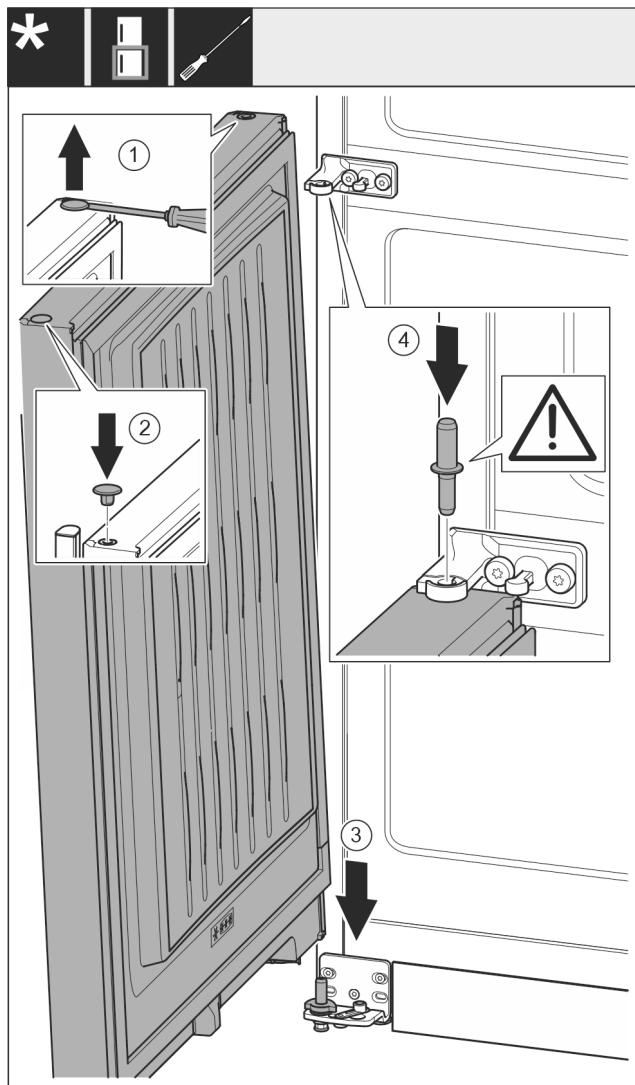

Fig. 18
- Ravnim odvijačem oprezno podignite čep i izvadite ga. Fig. 18 (1)
- Ponovo umetnite čep na drugoj strani vrata. Fig. 18 (2)
- Stavite vrata odozgo na donji svornjak ležaja. Fig. 18 (3)
- Umetnите srednji svornjak ležaja kroz srednji podložak ležaja u donja vrata. Pri tome pazite da je ispuštenje za blokiranje okrenuto prema otraga. Fig. 18 (4)